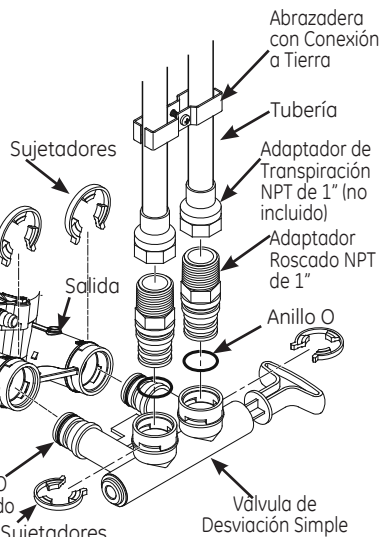

Figura 7
1. Visualmente controle y elimine cualquier escombros de los puertos de entrada y salida de la válvula del suavizante de agua; (vea la Figura 7).
3. Si aún no se realizó, coloque una cobertura luminosa de grasa de silicona (la condición de que) en los anillos o de desviación simple; (consulte la Figura 7).